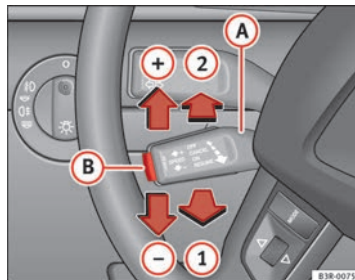

Fig. 155 Mandos del regulador de velocidad
- Desplace la palanca **A** hacia arriba, en dirección a **⇒ fig. 155 (+)**.
- Desplace la palanca **A** hacia abajo, en dirección a **⇒ fig. 155 (-)**.
- Cada vez que pulse brevemente la palanca **A** hacia arriba, en dirección a **⇒ fig. 155 (+)**, la velocidad programada aumentará en unos 2 km/h.
- Cada vez que pulse brevemente la palanca **A** hacia abajo, en dirección **⇒ fig. 155 (-)**, la velocidad programada disminuirá en unos 2 km/h.
⇒ fig. 155 **(B)** (SET).
- Desplace la palanca **(A)** ⇒ fig. 155 a la posición **(2)** (encastrada).